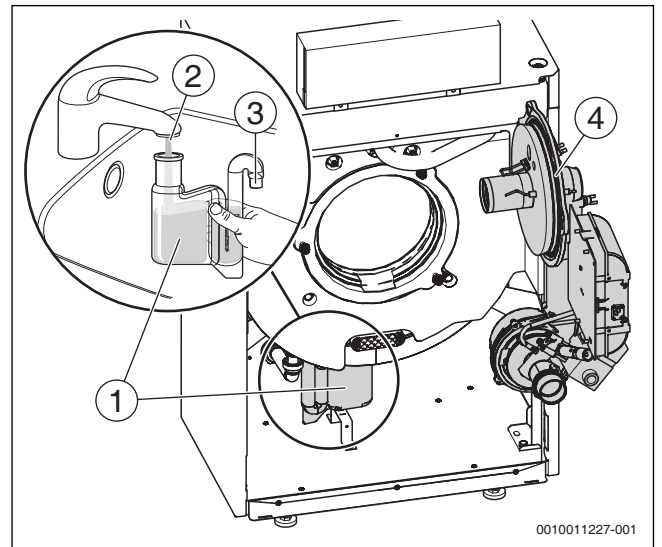

Bild 82 Siphon reinigen
- ▶ Vor Brennermontage den richtigen Sitz des O-Rings (→ Bild 82, Seite 49[4]) überprüfen und ggf. korrigieren.